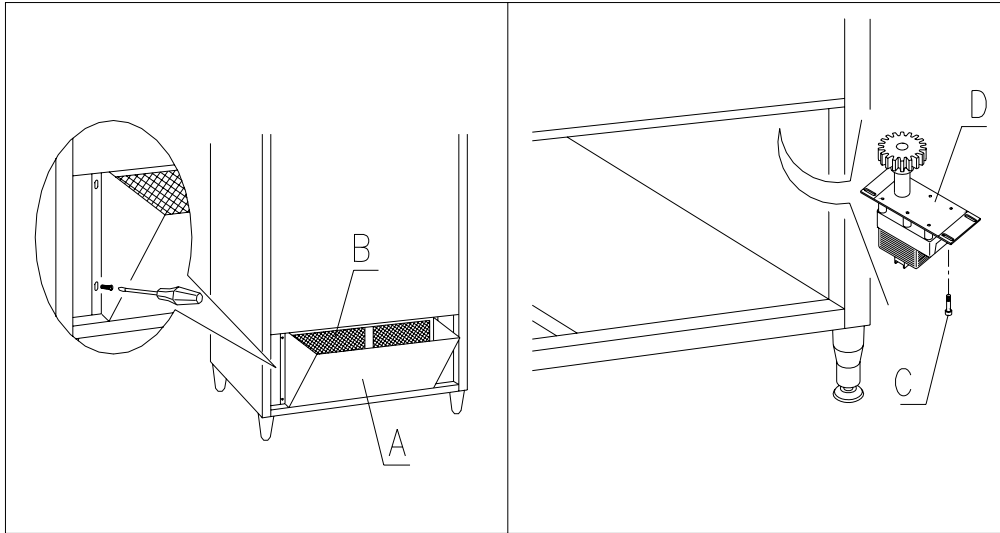

FIG. 18
## 8.10 SUSTITUCIÓN DEL MOTORREDUCTOR DE ROTACIÓN COLUMNA (FIG. 18)
1. Girar el árbol del motorreductor hasta que las dos clavijas pos. 2 fig. 18 estén en una posición que permita la introducción de la llave; para poder girar el árbol hay que apretar el embrague pos. 1;
2. Desenroscar las dos clavijas pos. 2;
3. Desenroscar la tuerca de fijación del encoder pos. 4 y, después de haber quitado el conector eléctrico pos. 3 sacar el encoder;